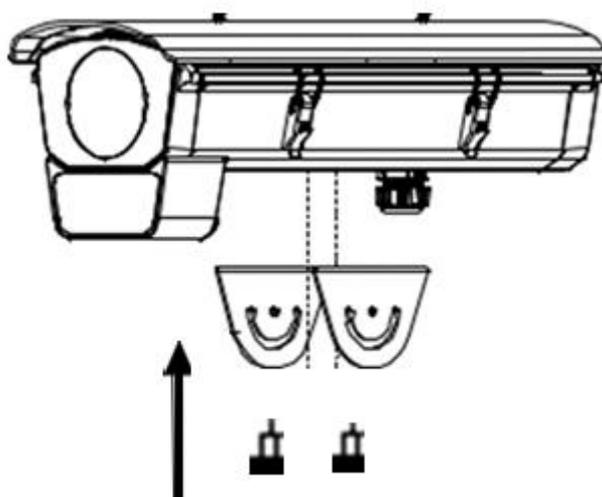

Рисунок 2.14
3) Прикрепите это крепление к видеокамере (рис. 2.14).